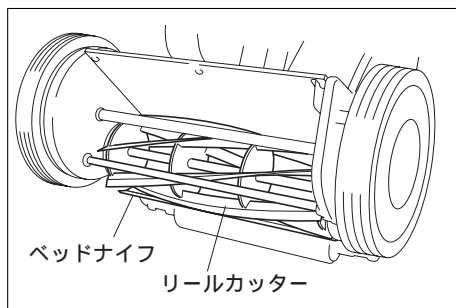

図27
2. リールカッター及びベッドナイフの刃部をきれいに洗い、よく乾燥させてから刃先にグリスを塗ってください。錆止めになります。(図27)